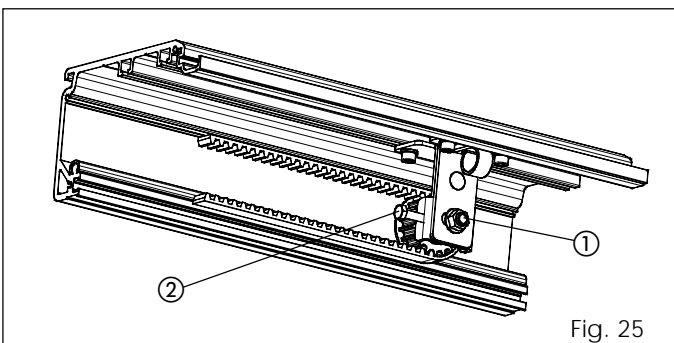

Fig. 25
- Afloje la tuerca (fig. 25 ref. ①).
- Atornille el perno de la fig. 25 ref. ② para tensar la correa o destornille dicho perno para aflojarla.
- Una vez regulado el tensado de la correa, apriete la tuerca (fig. 25 ref. ①).